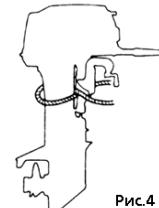

Рис.4
- Чтобы избежать несчастных случаев, убедитесь, что моторочно зафиксирован. См. рис.4